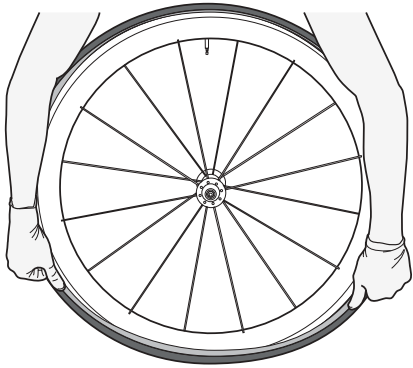

Abb. 35.
7. Arbeiten Sie sich weiter nach unten auf der Felge vor und drücken Sie den Reifen in die Felge, bis sich nur noch wenige Zentimeter des Reifens außerhalb des Reifenwulstes befinden (Abb. 35).